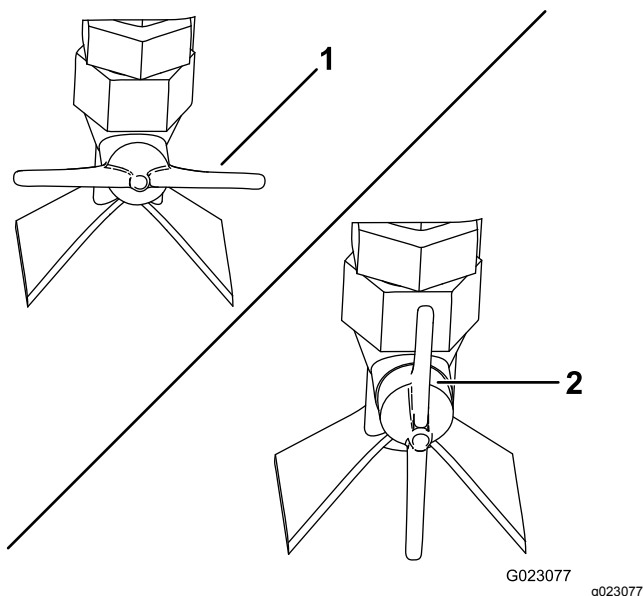

Рисунок 70
- Для получения струи в виде веера поверните клапан распылителя сбоку на сопле в горизонтальное положение (Рисунок 70).
- Для получения струи в виде потока поверните клапан распылителя сбоку на сопле в вертикальное положение (Рисунок 70).